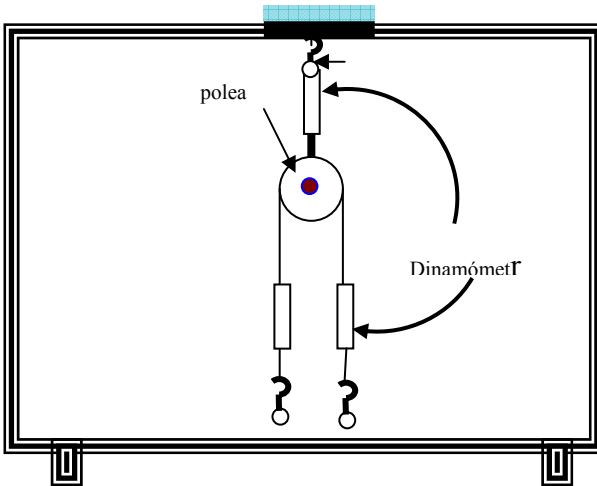

Fig. 3. En esta figura se muestra el esquema del arreglo que se debe hacer en esta práctica. Los rectángulos representan al dinamómetro D.
1. Con el material de apoyo realizar el arreglo que se muestra en la Fig. 3.